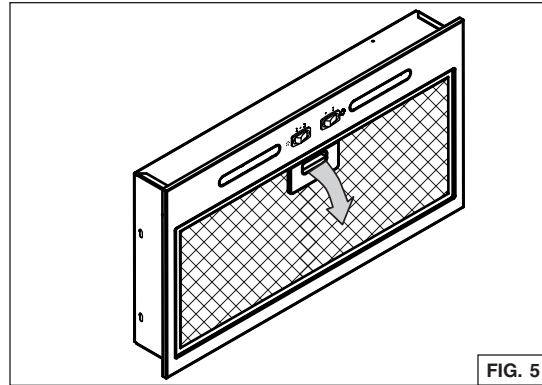

FIG. 5
1. Retirer le filtre à graisses en appuyant vers le bas sur son loquet et en le basculant (Fig. 5). Mettre le filtre de côté.